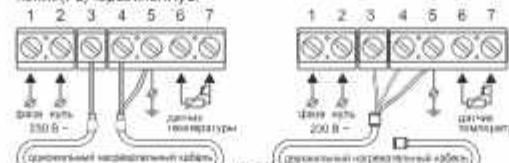

Рис. 3
1. Проведите соответствующие соединения, согласно схеме включения (рис. 3).